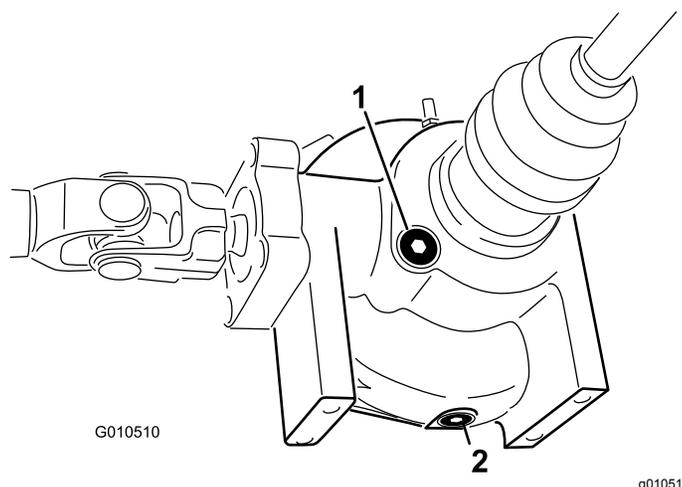

図 52
2. デファレンシャル側面にあるドレンプラグの周辺をウェスできれいにぬぐう 図 52。